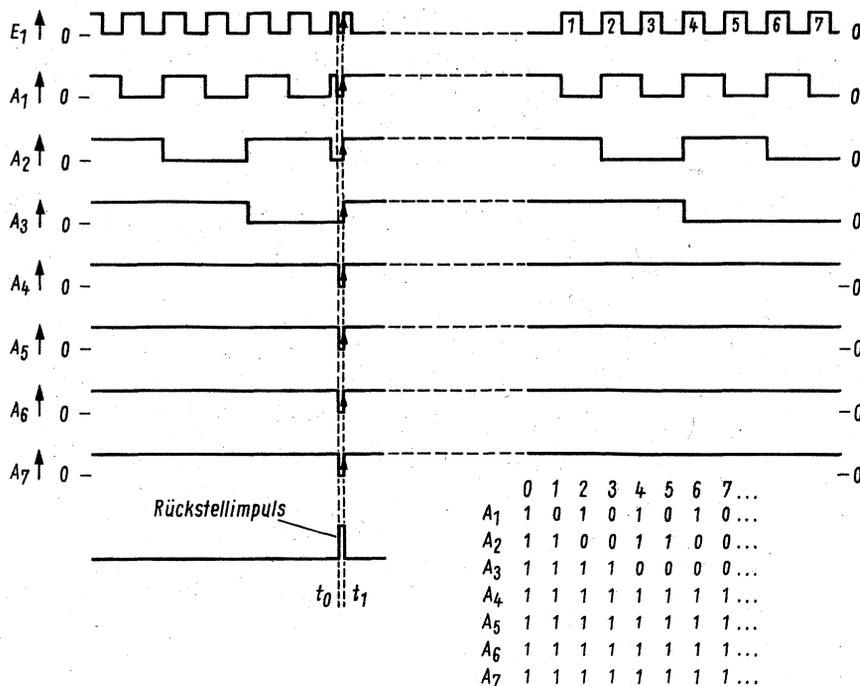

Bild 13. Rückstellung bei  $U_{E1} = „1“$
2.  $U_{E1} = „1“$  (Bild 13)
In Bild 13 dagegen sind alle Ausgänge unmittelbar nach dem Rückstellimpuls im Vorbereitungsphase, so daß schon der nächste Impuls als Nummer 1 richtig gezählt wird. Der Grund dafür ist folgender: Der Rückstellimpuls zieht in diesem Fall alle Ausgänge und den Ein-